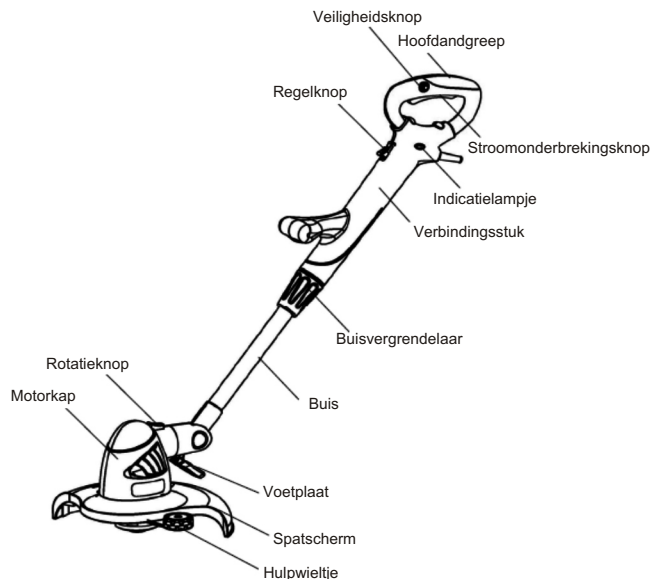

Fig. 1
2. NAMEN VAN ONDERDELEN (Fig. 1)